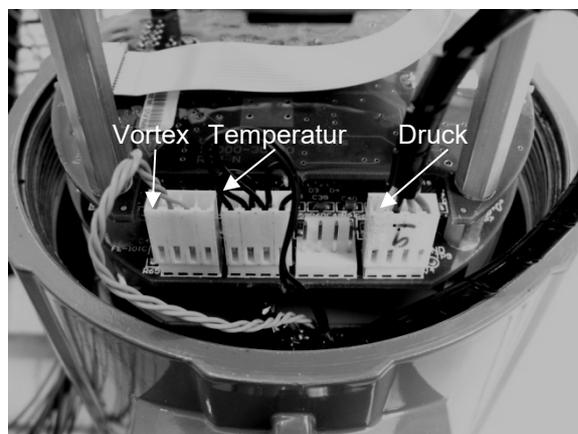
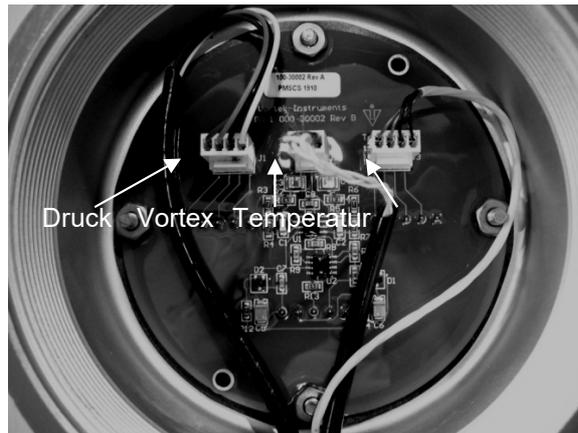

Bild 61 Sensoranschlüsse an den Elektronik Platinen
Bild 62 Fernspeisung über die Anschlussplatine des Sensors
3. Lokalisieren Sie die Sensorkabel die aus dem Hals des Durchflussmessers herauskommen und an der Platine angebracht sind. Notieren Sie sich die Lage der einzelnen Sensoranschlüsse Siehe auch Bild 61 und Bild 62. Der Sensoranschluss ist links, der Temperatursensoranschluss (sofern vorhanden) ist der zweite von links und der Anschluss des Drucksensors (sofern vorhanden) ist der rechte Stecker. Verwenden Sie eine kleine Zange, um die Steckverbinder von der Platine abzuziehen.